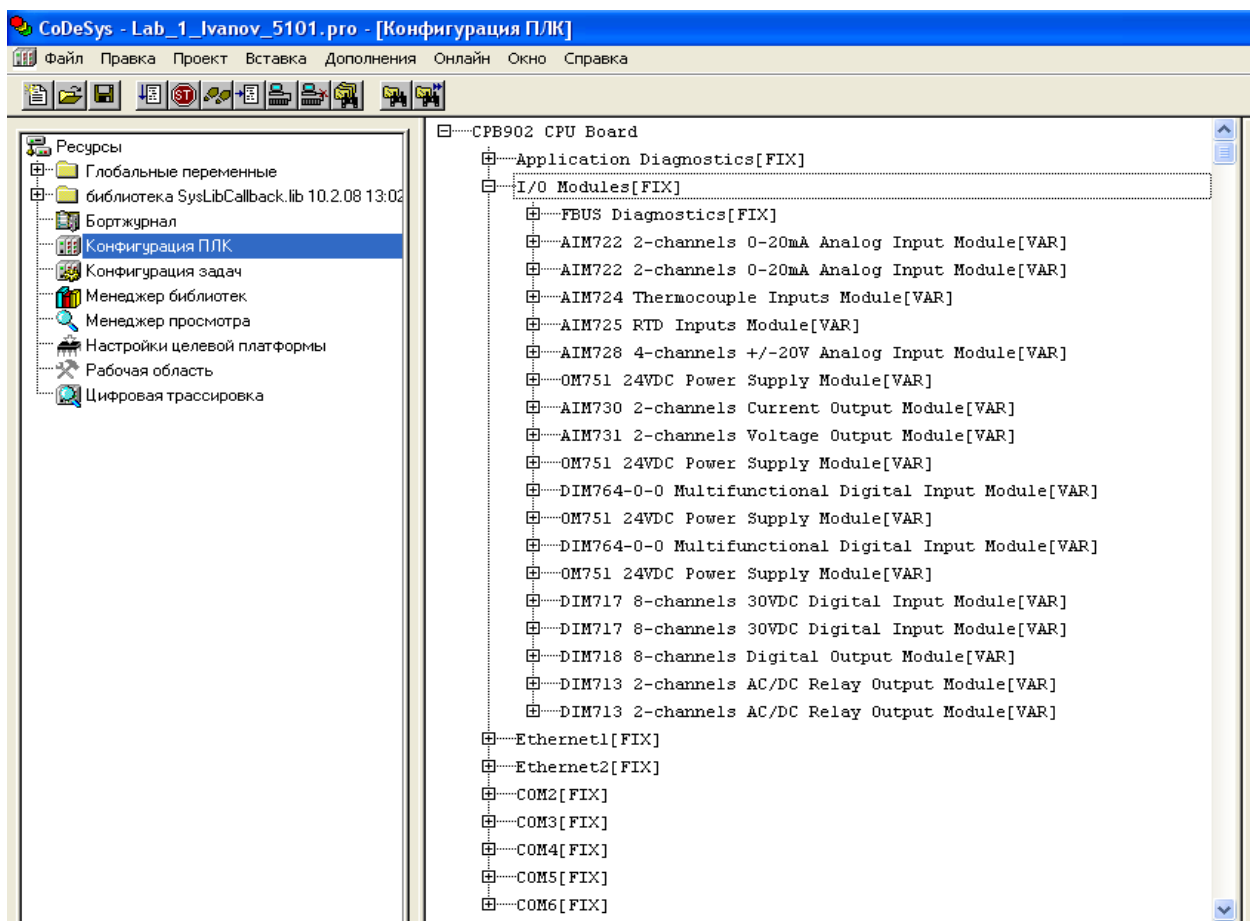

Рис. 7. Элементы **I/O Modules** описания модулей ввода-вывода
4) Итоговый список **I/O Modules**, соответствующий набору модулей Fastwel IO в составе контроллера (Приложение В) отображен на рис. 7.